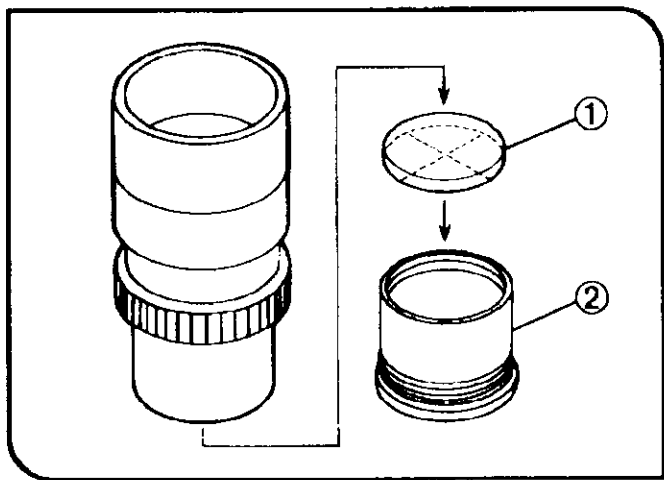

图 24
#### (4) 使用目镜测微尺 (图 24)
如图 24，从目镜上拧下测微尺架②，把测微尺①放入架中。让测微尺有刻度的一面向下进入测微尺架。